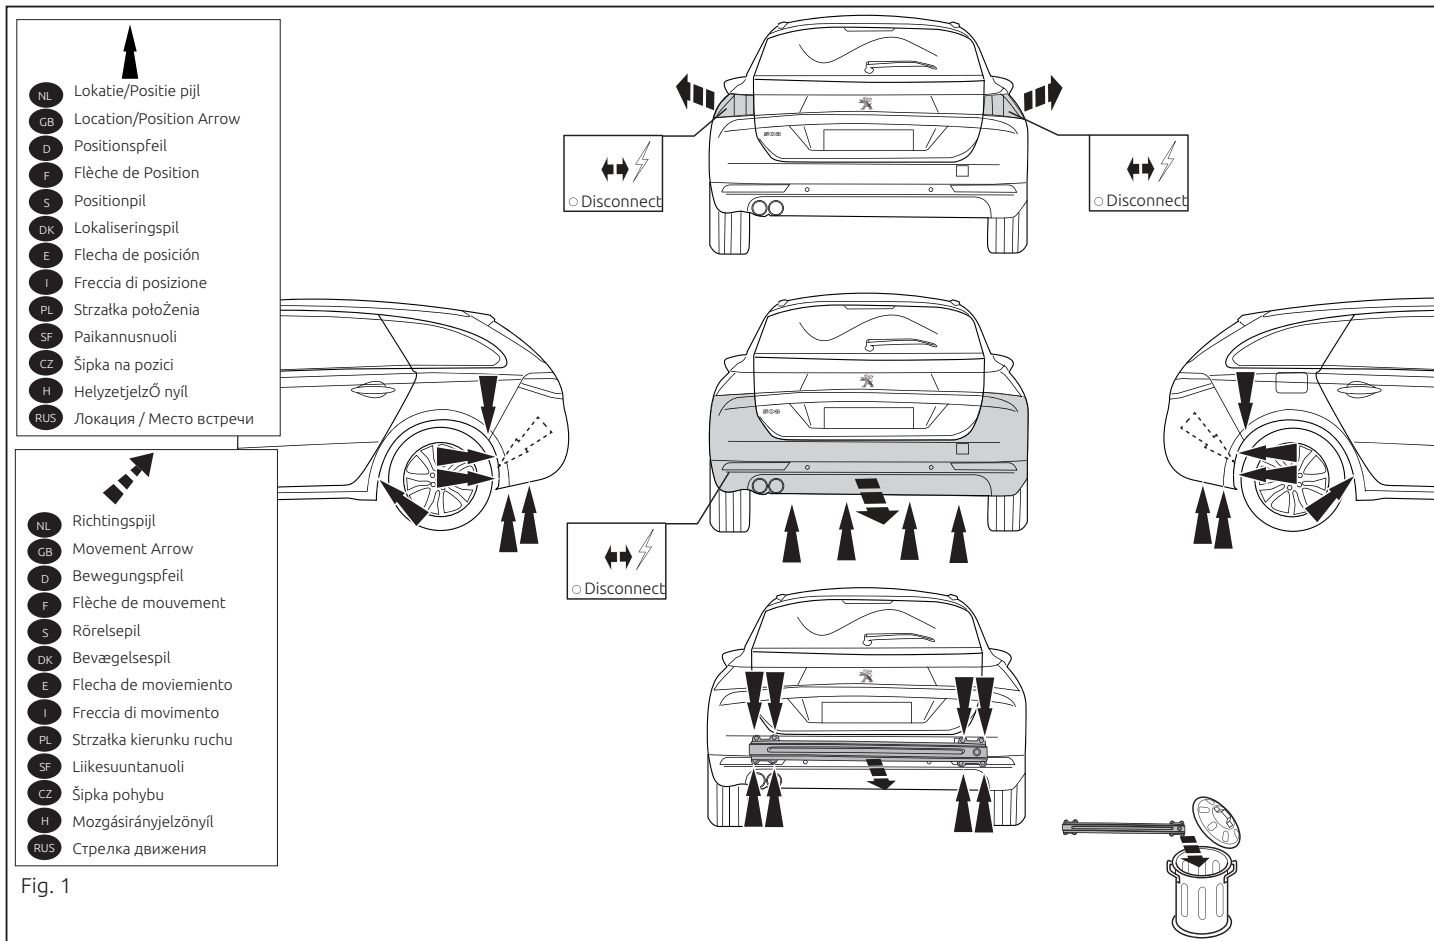

Fig. 1
1. Снять оба блока задних фар. Снять бампер вместе со буферным брусом автомобиля. Буферный брус больше не понадобится. См. рисунок 1.
7. Герметизировать обозначенные части (см. рис. 1)